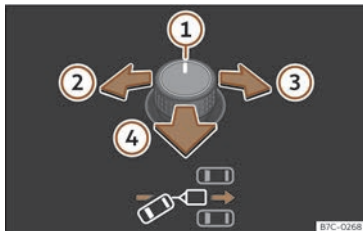
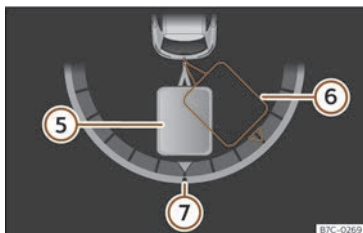

Fig. 181 Comandament giratori dels retrovisors exteriors: ajustar l'angle del remolc.
Fig. 182 Pantalla del quadre d'instruments: fer marxa enrere.
Llegenda de la **fig. 181**, >>> **fig. 182**:
- Basculeu el comandament giratori fins arribar a la direcció desitjada >>> **fig. 181**. A la pantalla del quadre d'instruments apareix a manera d'orientació una representació del conjunt vehicle tractor i remolc en la posició actual >>> **fig. 182**.